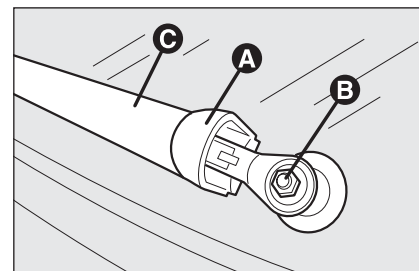

fig. 2
- sollevare la copertura **A-fig. 2**, svitare il dado **B** e rimuovere il braccio **C**;